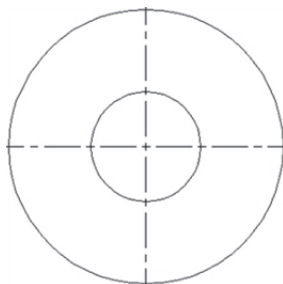

Рисунок 4.3
3. На системной панели инструментов щёлкните на кнопке «Создать изображение» и замените линии построения линиями изображения. Для этого щёлкните на кнопке «Специальный тип линий» и левой кнопкой мыши щёлкните по окружностям. Измените тип линии на осевую и проведите по точкам осевые линии (рис. 4.3).